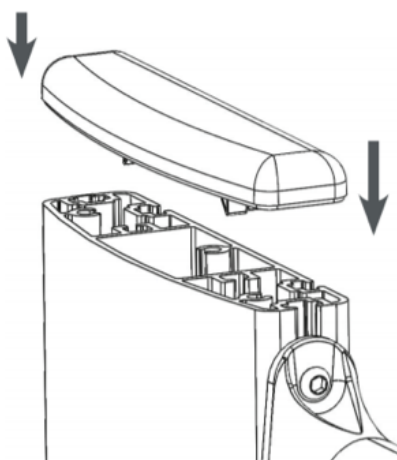

Рисунок 7 – Установка колпачков на формованные стойки
2. Наденьте колпачки на верхнюю часть формованных стоек, защелкнув на место. См. рисунок 7 ниже.